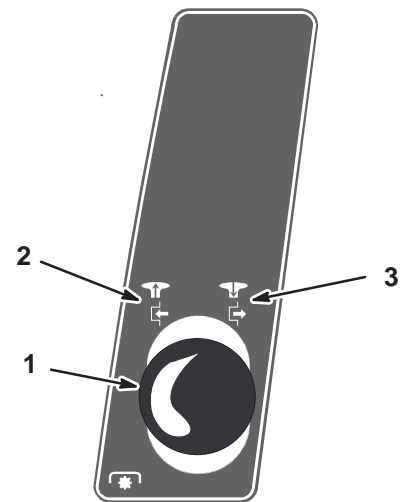

Bild 4
2. Stellen Sie den Zapfwellenantriebshebel (ZWA) auf „Ein“ (Bild 4).
2. Stellen Sie das Zapfwellenantriebshandrad (ZWA) auf „Auskuppeln“ (Bild 4).